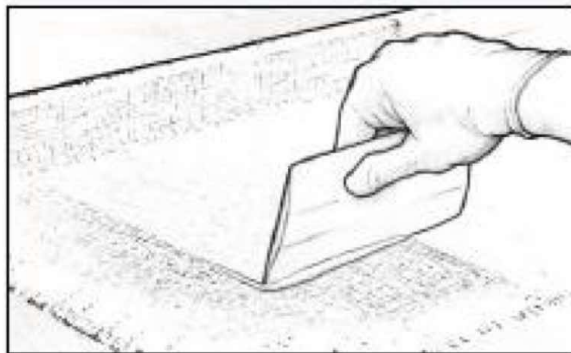

Рисунок 8-18 Уберите избыточное количество эпоксидной смолы до того, как она превратится в гель.
6. Уберите излишки смолы до того, как она превратится в гель (*Рисунок 8-18*). Протягивайте шпатель по поверхности ткани равномерными, перекрывающими движениями. Применяйте достаточное давление, чтобы убрать излишки смолы, которые позволяют ткани всплывать над поверхностью. Но не переусердствуйте, не выдавливайте всю смолу и не допускайте появления сухих пятен. Излишки смолы выглядят как блестящие пятна, в то время как правильно пропитанная поверхность выглядит равномерно прозрачной с лёгкой текстурой ткани. Последующие слои эпоксидной смолы заполнят текстуру ткани.